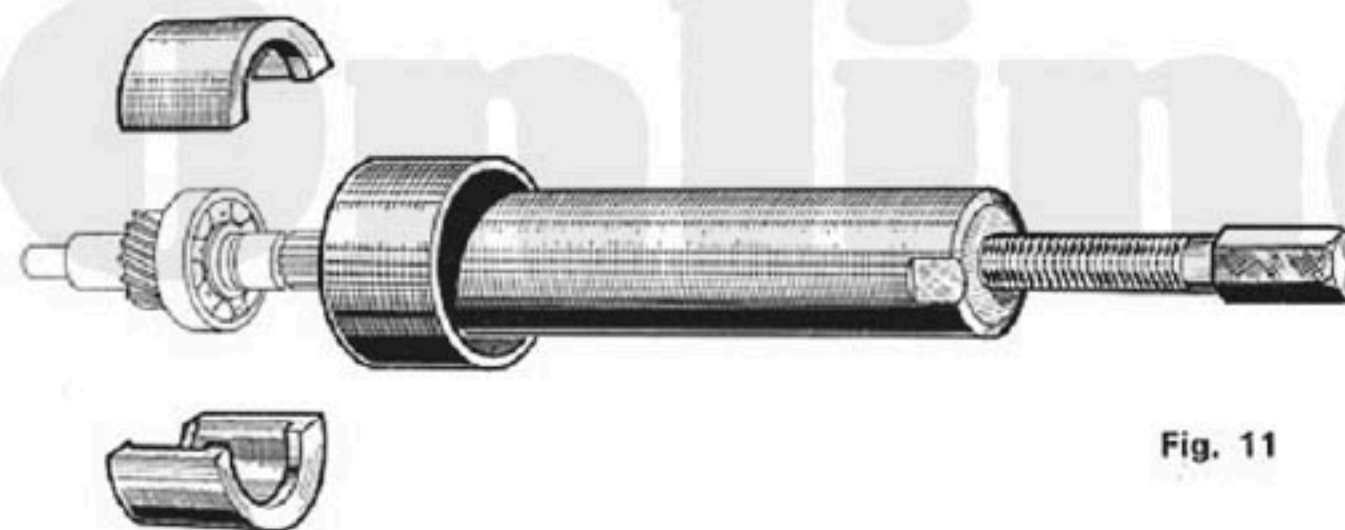

Fig. 11
- Extraire les roulements 20134 (arbre primaire) et 20135 (arbre secondaire côté ½ carter poulie) Extracteur $\frac{\text{MB-1431}}{\text{VAR-142/42 L}}$ coquille 42 mm. Fig. 11.